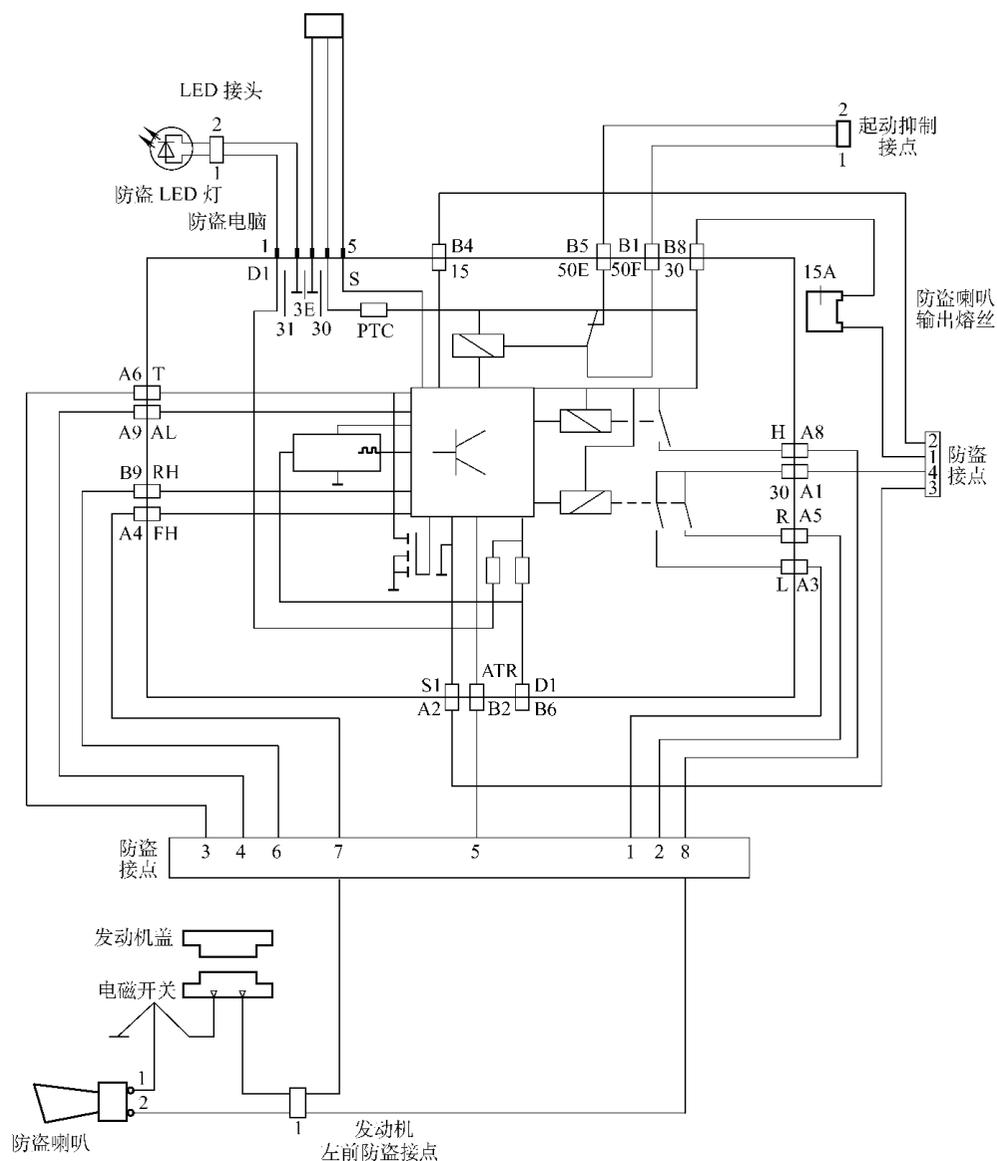

图 1-5 富豪 940 (Volvo 940) 汽车的防盗电路图
(1) 使起动机无法工作。图1-5是富豪940(Volvo 940)汽车的防盗电路图, 该图右上角有一根线是接起动机断电器的。该线外部连接至断路器控制线路, 通过防盗电脑来控制该线是否搭铁, 从而控制断路器是否闭合, 这样就达到控制起动机是否能正常工作的目的。